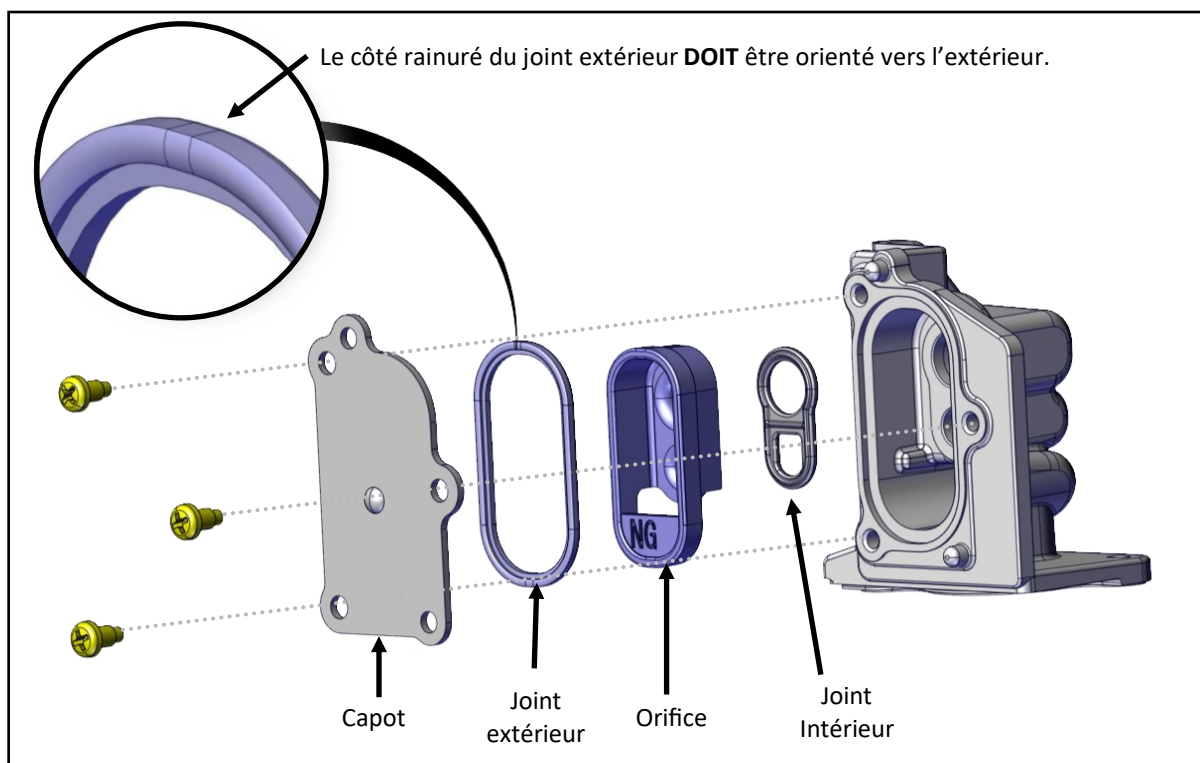

Figure 162
11. Vérifier que le joint est correctement en place (le côté rainuré du joint doit être orienté vers l'extérieur) (figure 162).